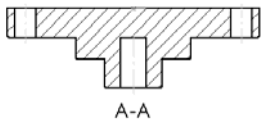
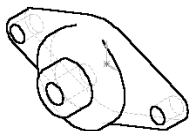

图 9-36 剖面视图
图 9-37 模型视图
④在弹出的“剖面视图”属性管理器中选择“水平”切割线，将其放置在中心圆心处，并使剖切方向朝下。
⑤单击按钮，完成剖面视图的插入，如图 9-36 所示。
⑥单击[工程图]控制面板上的[模型视图]按钮，或选择[插入] | [工程图视图] | [模型视图] 命令。
⑦选择零件 drive 模型，在[模型视图]属性管理器的[方向]栏中选择视图的投影方向为[等轴测]。
⑧单击按钮，完成模型视图的插入，如图 9-37 所示。